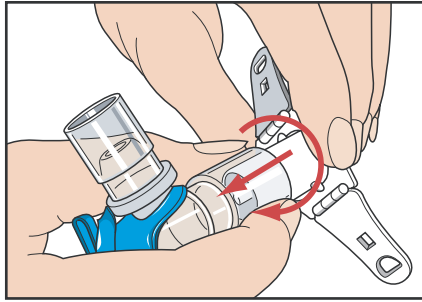

図2
- ①回転コネクタの15mmめすコネクタを時計回りにヒネリながら引き抜くと、容易に外すことができます。(図2)
- ヒネリの回転方向は必ず時計回りに回して下さい。(図2)